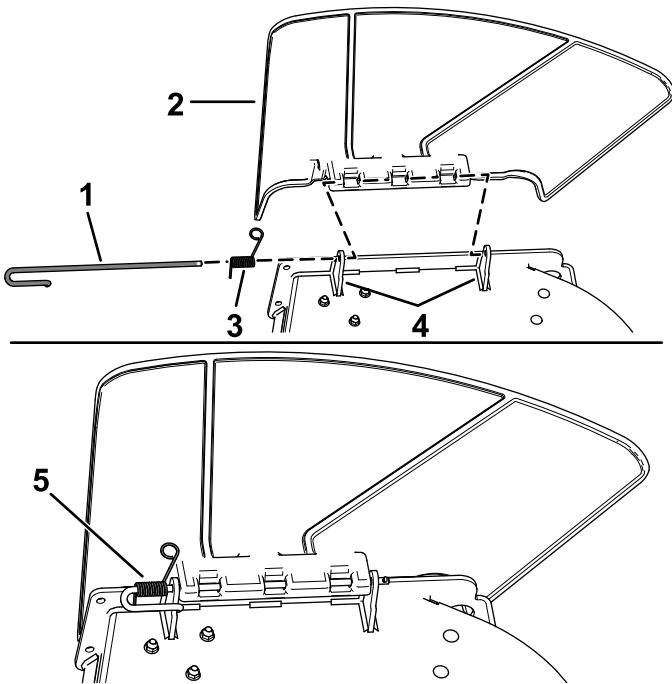

Figure 67
1. Désengagez le ressort du cran dans le support de déflecteur et sortez la tige des supports soudés du tablier, du ressort et du déflecteur d'éjection (Figure 67).